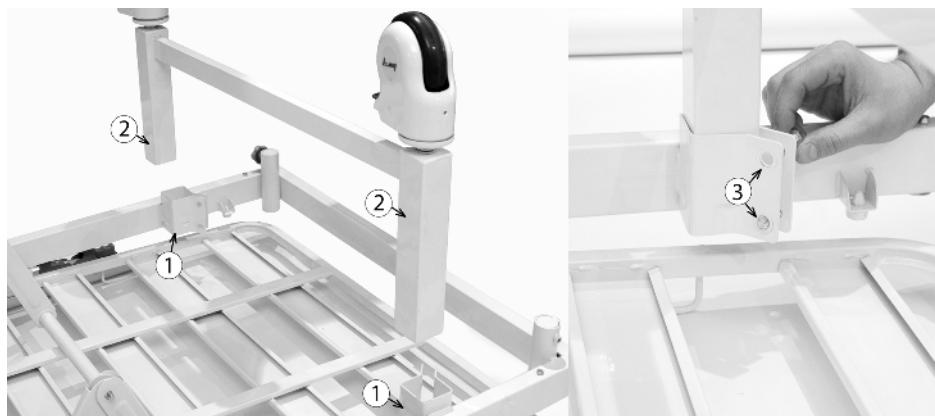

Рис. 6 Установка колесных рам.
8. Вставьте колесную раму ① в отверстие матрасного основания ② и, надев шайбу на винт, пропустите винт сквозь отверстия в хомуте ③. Наденьте вторую шайбу и затяните гайку. Таким же образом установите оставшиеся винты с шайбами и гайками (по 2 на каждую колесную раму)(см. Рис. 6).